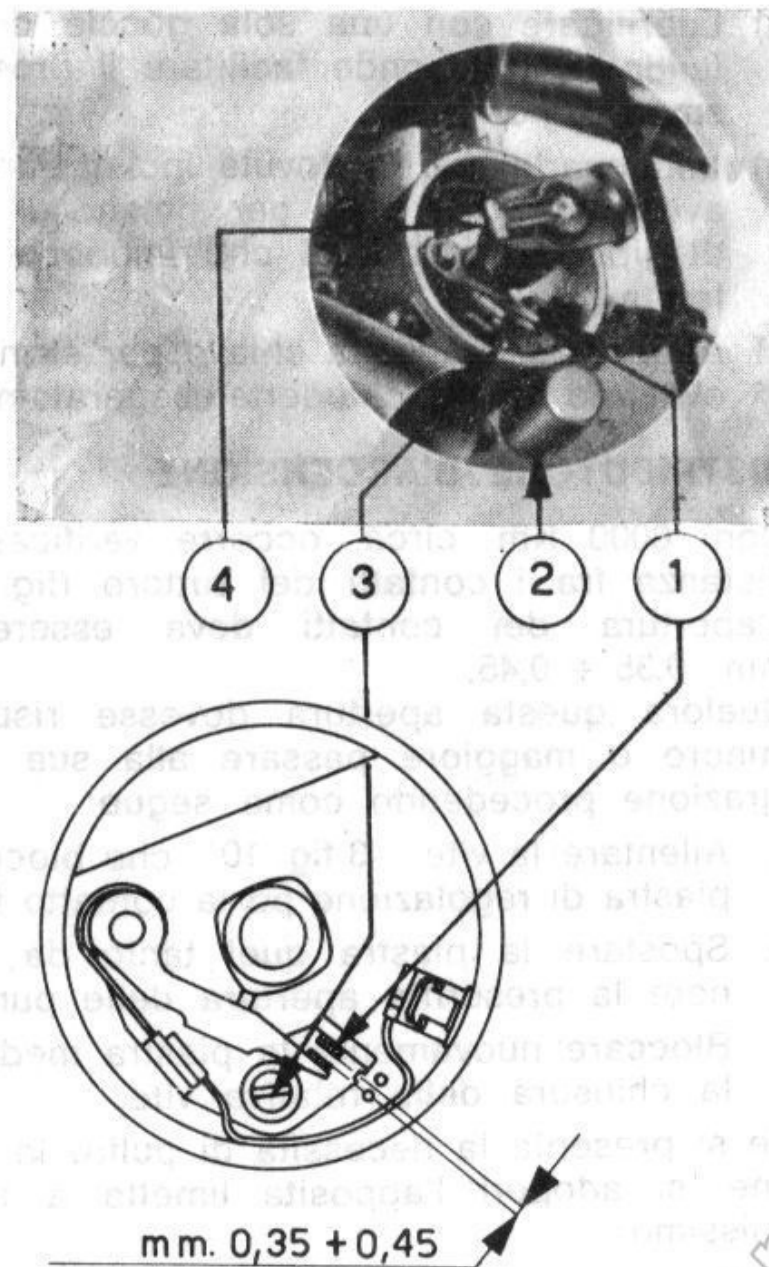

fig. 10
Ogni 6000 Km. circa, occorre verificare la distanza fra i contatti del ruttore (fig. 10). L'apertura dei contatti deve essere di mm. $0,35 \div 0,45$.
1. Allentare la vite 3 fig. 10 che blocca la piastra di regolazione porta contatto fisso.
Chaque 6000 kms. contrôler l'écartement entre les vis platinées du rupteur (fig. 10) cet écartement doit être entre $0,53 \div 0,45$ mm. Pour le réglage procéder comme suit:
1. Desserrer la vis 3 fig. 10 qui bloque la plaque support du contact fixe.
At 6000 km intervals it is necessary to check the clearance between the contact breaker points (fig. 10). The clearance when the contact breaker points are in the open position must be 0,35 to 0,45 mm. If the above clearance is lower or higher, adjust the contact points as follows:
1. Loosen screw 3 fig. 10 securing the fixed contact plate.